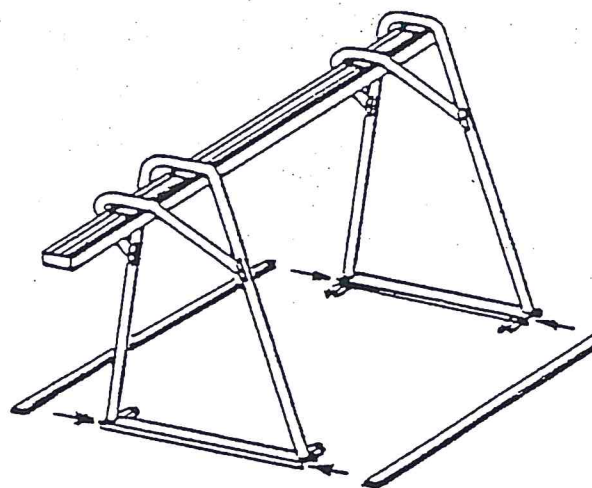

Fig. 2
3) Zet de brug recht. Bevestig de twee verbindingstangen aan de onderkant van de bogen en zet ze vast met behulp van bouten (4) met moeren (zie fig. 2).